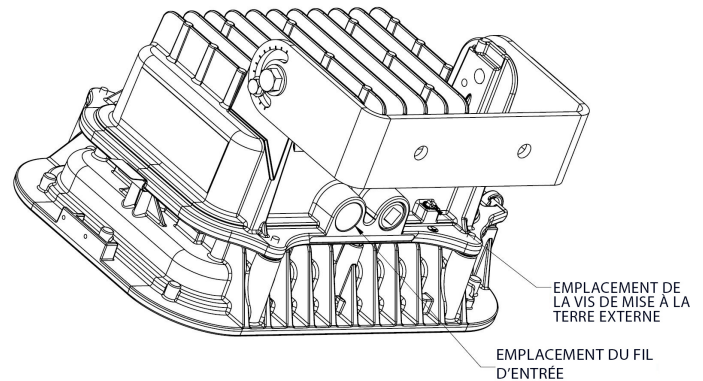

Figure 6
1. Dévisser la fixation de mise à la terre illustrée à la figure 6.